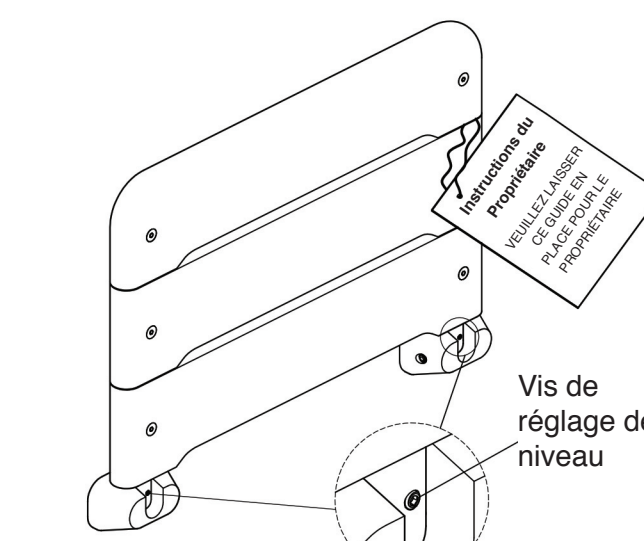

Fig. 5 Siège Mural de Niveau
17. Le siège rabattable mural contient des instructions pour le propriétaire attachées au siège rabattable mural. NE SUPPRIMEZ PAS CES INSTRUCTIONS. Ces instructions contiennent des informations importantes pour le propriétaire. Voir la figure 5.